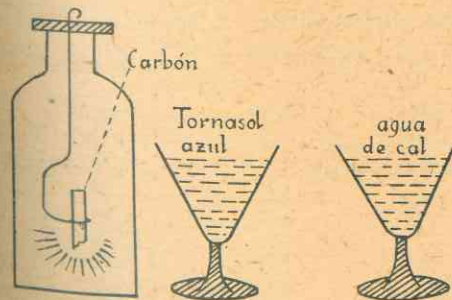

Fig. 69. - Combustión del carbono
86. Combustión del carbono (fig. 69). — Atar un trozo de carbón en la extremidad de un alambre; encenderlo bien en la llama del mechero, introduciéndolo entonces en un frasco de oxígeno se lo ve arder con mucha viveza y echando chispas en todas direcciones. El residuo de la combustión es el gas carbónico CO₂, que enturbia el agua de cal o de barita.